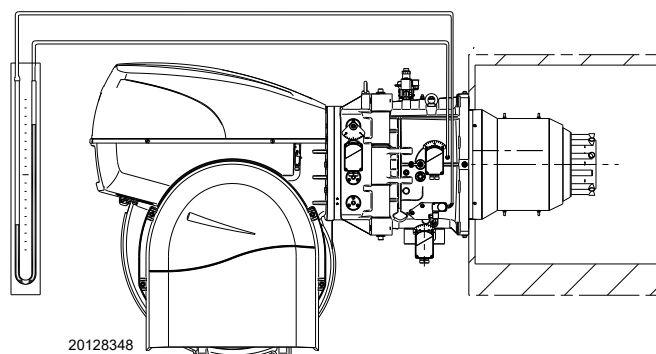

Fig. 28
- Montar un manómetro en U o un manómetro de tipo diferencial (Fig. 28), con toma (+) en la presión del gas del manguito y (-) en la cámara de combustión. Se utiliza para medir la potencia MAX aproximada del quemador.
La llegada de gas al manguito puede observarse en el manómetro en U (Fig. 28).